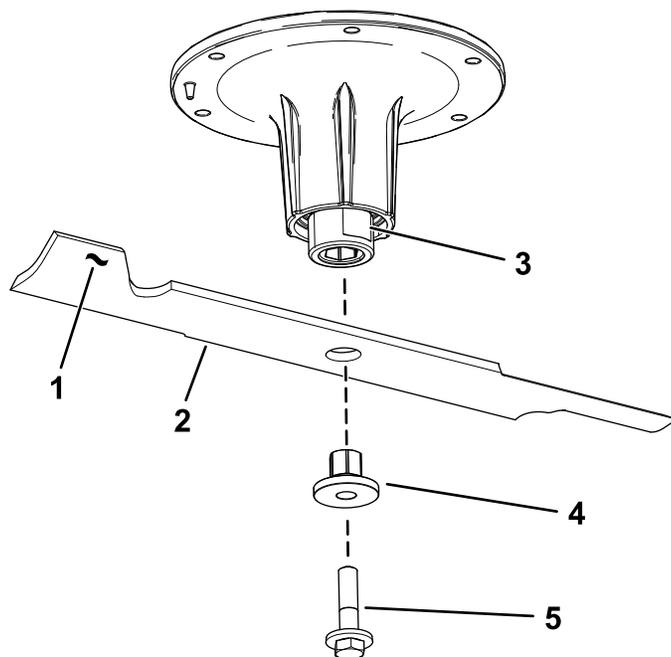

Рисунок 89
2. Снимите болт ножа, втулку и нож с вала шпинделя (Рисунок 89).